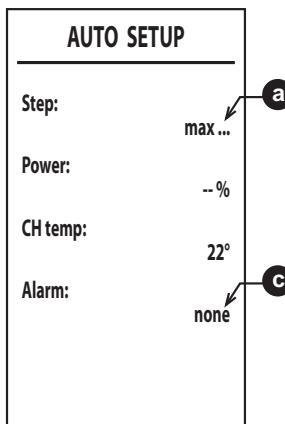

fig. 38
7. După aprindere, arzătorul se poziționează pe diferențele puteri (max, med, min) indicate de punctul **a** (fig. 38).
9. Dacă secvența de aprindere descrisă la punctul „6” nu s-a finalizat cu succes, apare mesajul **max_err** la punctul **a** și un cod de eroare la punctul **c** (fig. 38).